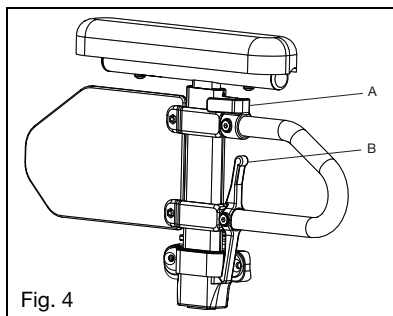

Fig. 4
- b. L'accoudoir se verrouille automatiquement en place. Vérifiez que le levier de verrouillage est positionné comme illustré (Fig. 4:B).
- a. Tournez le levier de déverrouillage (Fig. 4:A).
- d. Poussez le coussin de bras jusqu'à ce que le bras supérieur se verrouille fermement en place. Vérifiez que le levier de verrouillage est positionné comme illustré (Fig. 4:A).
- a. Pressez le levier de déverrouillage (Fig. 4:B) et retirez l'accoudoir.